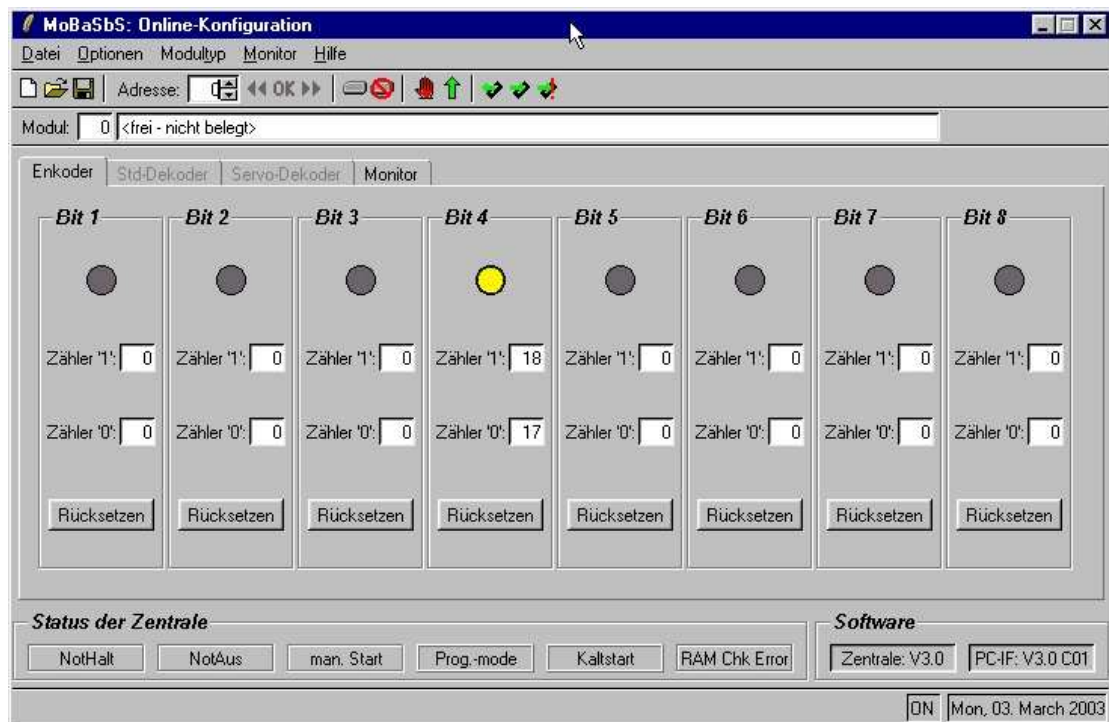

Abbildung 2: Konfigurations-/Statusparameter (std) Enkoder
- Standard Encoder (Abbildung 2)